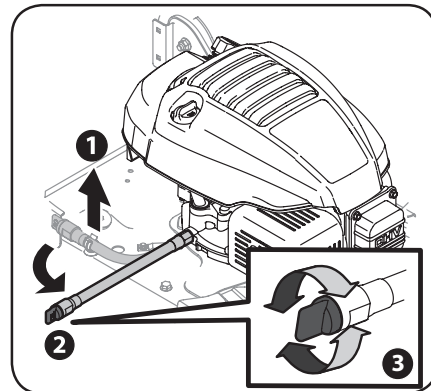
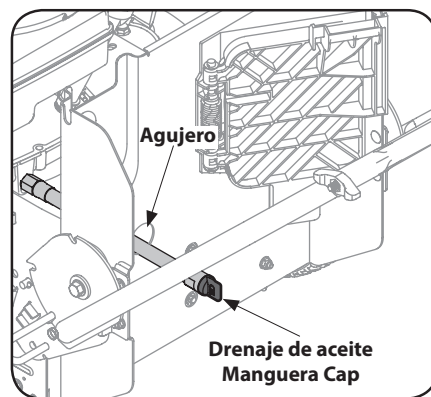

Figura 4-3
Figura 4-4
Cada uno de los ejes y rueditas de la rueda delantera viene equipado con un accesorio de engrase. Vea la Figura 4-3. Lubrique con grasa multiuso No. 2 aplicada con una pistola de engrasar cada 25 horas de funcionamiento de la cortadora o una vez por temporada.
1. Tire hacia arriba de la manguera de drenaje de aceite para soltarla de la plataforma. Consulte la Figura 4-3 para el motor MTD y la Figura 4-4 para el motor Briggs & Stratton.
**NOTA:** Para las unidades equipadas con el motor y embolsadora Briggs & Stratton, retire la embolsadora de la cortadora de césped, que expondrá un agujero en la placa trasera de la segadora cuando la puerta se cierra embolsadora para pasar la manguera de drenaje de aceite a través. Ver Figura 4-4.
3. Desenrosque la tapa del extremo de la manguera de drenaje de aceite para empezar a drenar el aceite. Consulte el recuadro de la Figura 4-3.